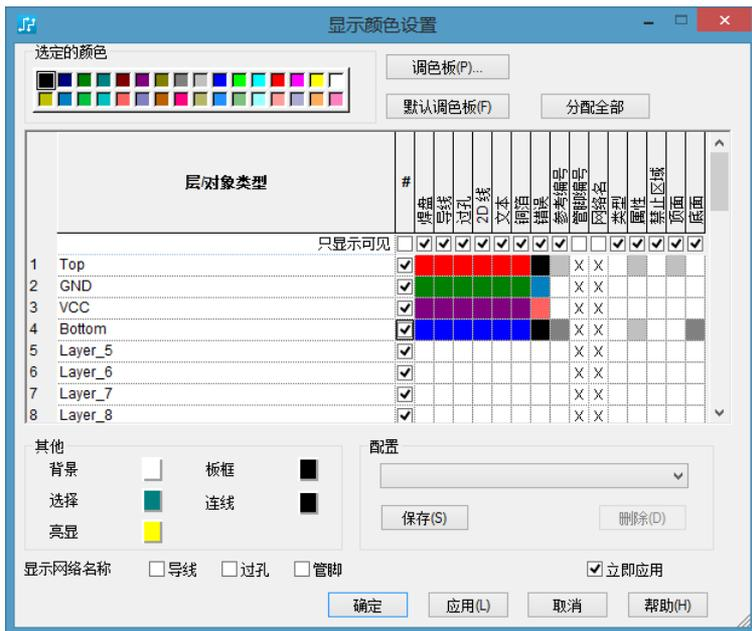

图 11-41 “显示颜色设置”窗口
(1) 在菜单栏中执行“设置”“显示颜色”命令，打开如图 11-41 所示的“显示颜色设置”窗口。